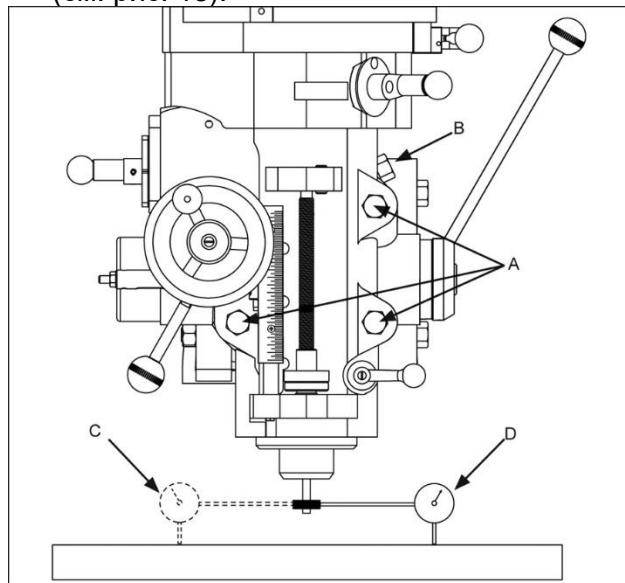

Рисунок 18
- Установите индикатор на оправку и закрепите с помощью штанги (см. рис. 18).
- c. Установите индикатор часового типа на оправку и закрепите с помощью штанги (см. рис. 18).